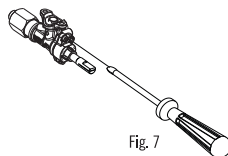

Fig. 7
- ✗ Realice la regulación del mínimo de un quemador por vez, encendiendo el mismo y llevándolo a la posición de mínimo. Luego quite la perilla correspondiente, con un destornillador gire en sentido horario el tornillo ubicado en el frente de la válvula para disminuir la altura de la llama o antihorario para aumentarla (Fig. 7).
- ✗ Por último, coloque el mando en la posición de mínimo, retire la perilla, introduzca el destornillador en el tornillo lateral de la válvula y gire en sentido horario para disminuir la altura de la llama o antihorario para aumentarla (Fig. 7).